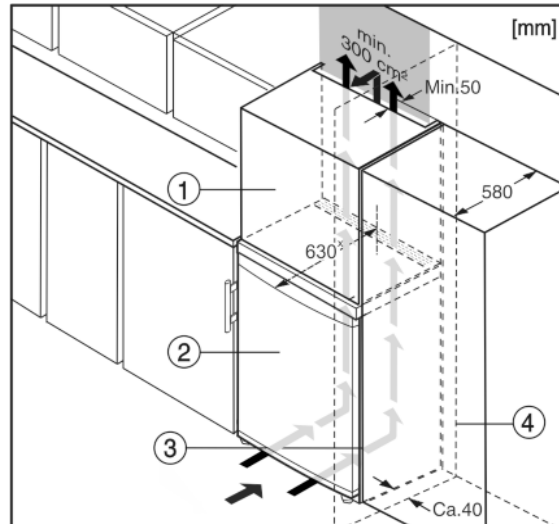

Fig. 10
Das Gerät kann mit Küchenschränken umbaut werden. Um das Gerät Fig. 10 (2) der Küchenzeilenhöhe anzugleichen, kann über dem Gerät ein Aufsatzschrank Fig. 10 (1) angebracht werden.
Beim Umbau mit Küchenschränken (Tiefe max. 580 mm) kann das Gerät direkt neben dem Küchenschrank Fig. 10 (3) aufgestellt werden. Das Gerät steht seitlich 34 mm \* und in der Gerätmitte 50 mm \* gegenüber der Küchenschrankfront vor.\*
Wenn das Gerät mit den Scharnieren neben einer Wand Fig. 10 (4) aufgestellt wird, muss der Abstand zwischen Gerät und Wand mindestens 40 mm betragen. Dies entspricht dem Griffüberstand bei geöffneter Tür.\*